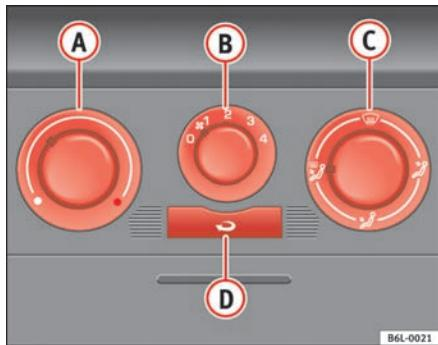

Fig. 87 Mando de la calefacción en el tablero de instrumentos
- Gire el regulador de temperatura ⇒ fig. 87 A hacia la izquierda.
- Gire el regulador de la temperatura ⇒ fig. 87 A hacia la derecha hasta alcanzar el grado de calefacción deseado.
- Gire el regulador de la temperatura ⇒ fig. 87 A hacia la derecha hasta el nivel máximo de calefacción.
- Gire el regulador de temperatura **⇒ fig. 87** A hacia la zona de calefacción.